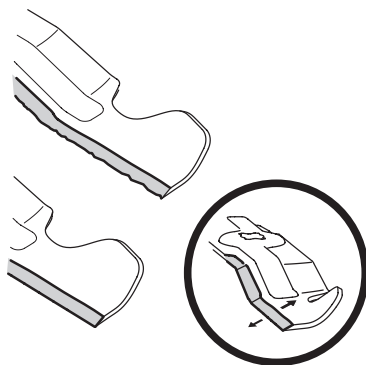

Figure 38
4. Pour aiguiser les lames, la même quantité de métal des deux extrémités des lames sur le côté tranchant. Aiguiser le bord tranchant sur toute sa longueur, parallèlement au bord arrière, soit à un angle de 25 ° à 30 °. Voir la Figure 38.